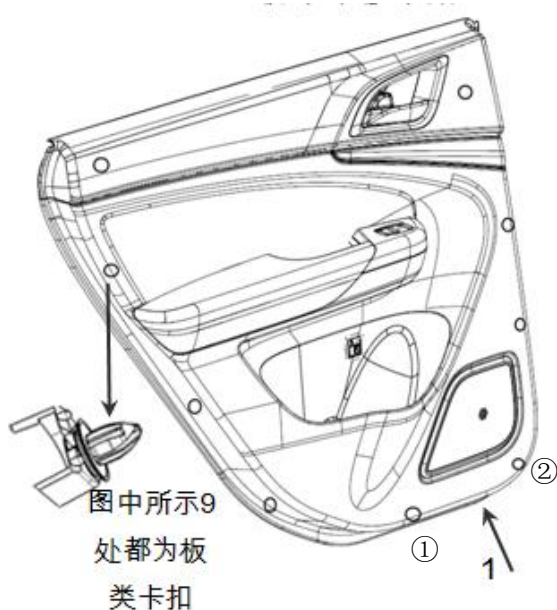

图 2-3 后门内护板卡扣拆卸示意图
c、使用缠有保护胶带的平头螺丝刀沿前门面板的边缘（方向 2）插入，用力沿图 2-3 示 1 方向把 9 个卡扣剥离钣金，先拆①、②两个卡扣，再往两侧依次拆卸；